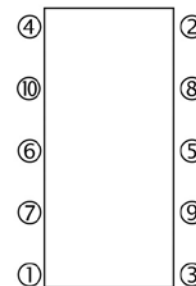

Fig. 11
- Pulire ed ingrassare accuratamente i tiranti, posizzionarli sul telaio, quindi stringere i dadi in modo progressivo e uniforme nell'ordine indicato in Fig. 11 fino ad ottenere la quota corretta tra i piastroni (quota di serraggio) indicata sulla etichetta di identificazione. Verificare che questa quota sia uniforme sull'intero perimetro dei piastroni. Un serraggio eccessivo può deformare le piastre in modo irreparabile. Se si ritiene sia necessario stringere oltre il valore indicato, rivolgersi al centro di assistenza post-vendita di RIELLO che saprà darvi le giuste indicazioni.